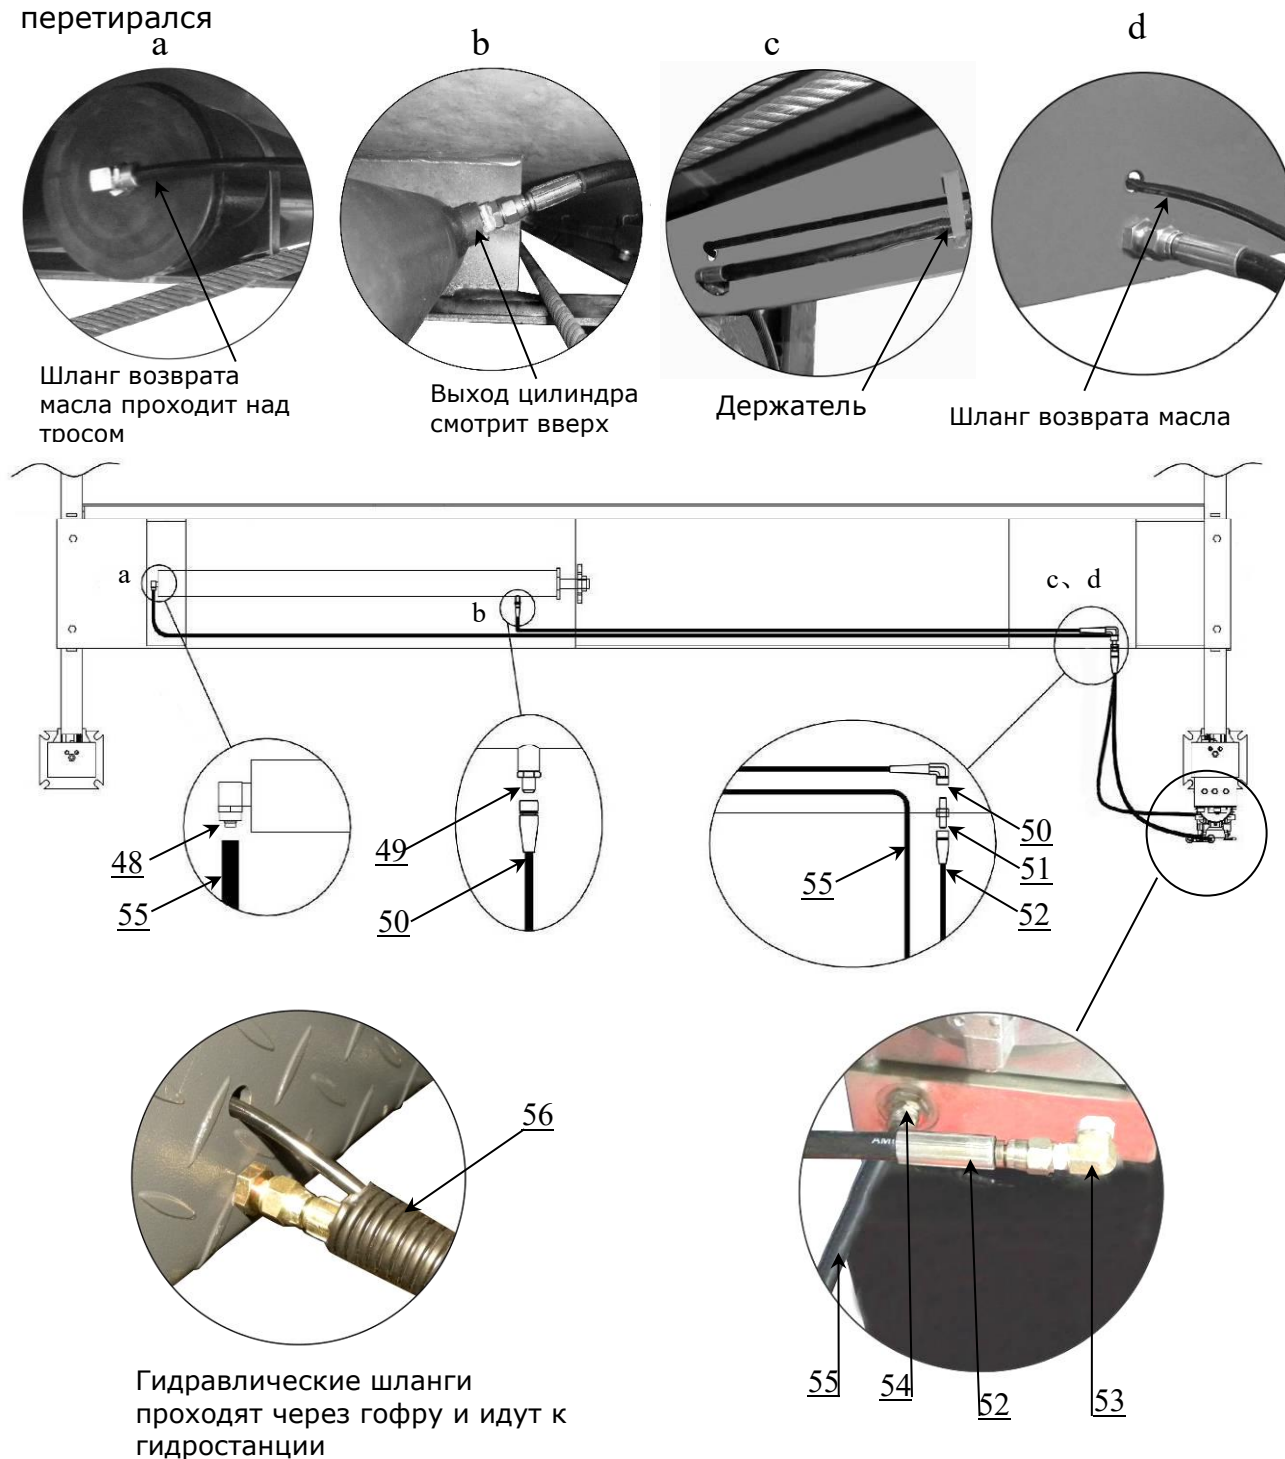

Рис. 30
L. Установка Гидравлической системы (См. рис. 30)